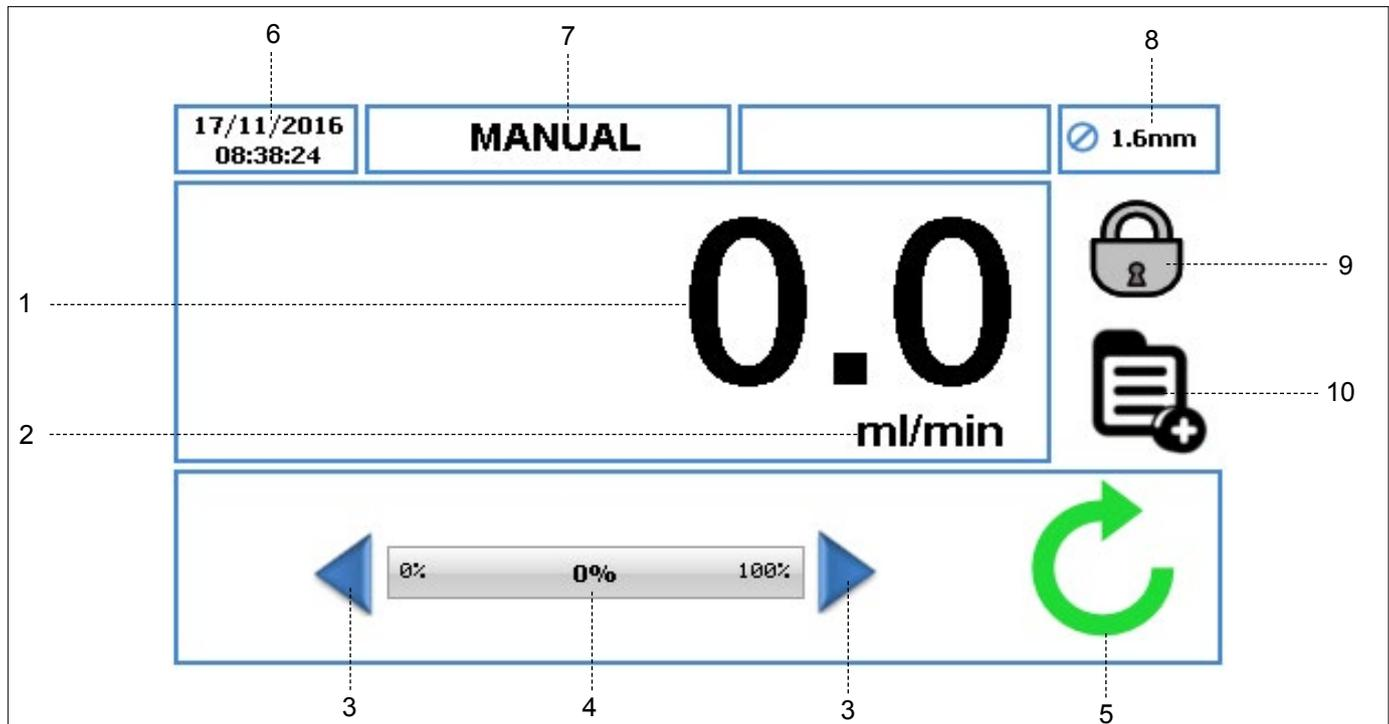

Figure 7 Écran d'accueil
-  Lorsque vous allumez la pompe pour la première fois, l'écran d'accueil correspond à la Figure 7. La disposition de l'écran d'accueil change en fonction de la manière dont vous programmez et utilisez l'unité de pompage.
Pour accéder au menu principal, appuyez sur l'icône  comme indiqué à la Figure 7, élément 10.